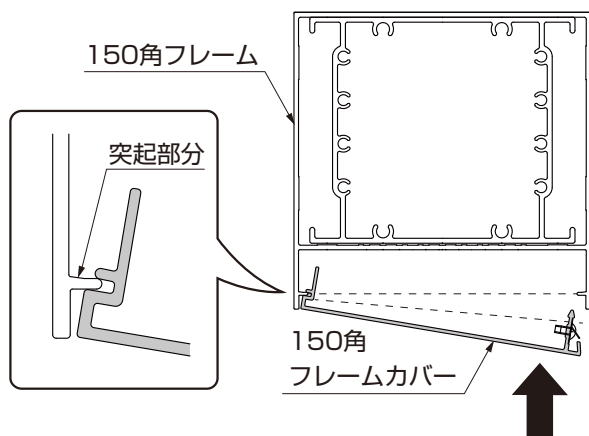

図6-7
- ②フレーム150角にフレームカバー150角の取付金具が取り付けいていない側を、フレーム150角のカバー受け（突起部分）に斜めに差し込みます。（図6-7参照）
- ③フレームカバー150角をフレーム150角に片側を差し込んだら、取付金具を取付けた側をフレーム150角に押し上げてはめ込みます。